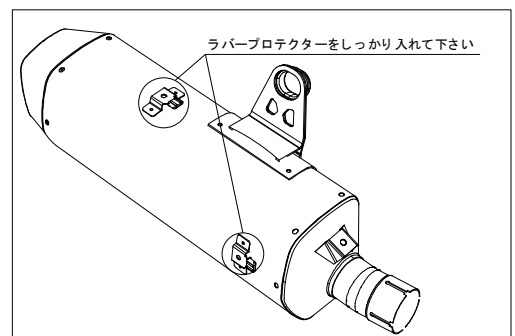

図. 2
- ③ サイレンサーにある2か所のヒートガードマウントステーへ付属品のラバープロテクターを差し込みます。(図2)